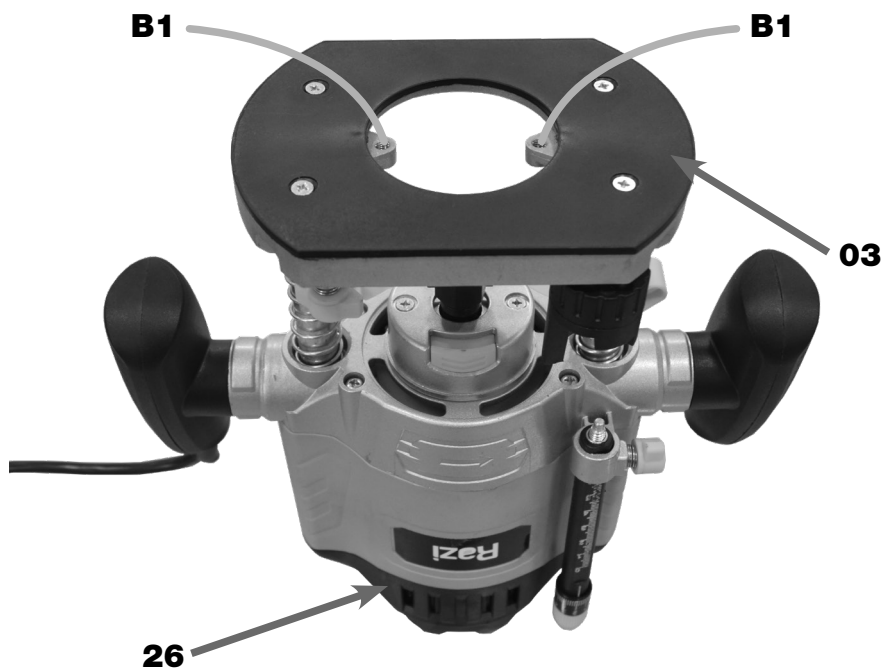

FIGURA 11 – Furos B1 da Base
1. VERIFICAR se a Tupia de Coluna (01) está desconectada da rede elétrica;
2. APOIAR a Tupia de Coluna (01) através da Tampa do Motor (26) (figura 11);
3. COLOCAR o Anel de Cópia (22), sobre a Base (03) alinhando os Furos **B1** (figura 11);